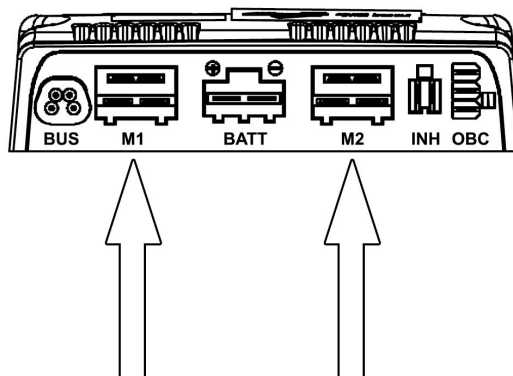

Abbildung 55. Kontakt der Magnetbremse und des Antriebsmotors von der Endstufe entfernen.
3. Kontakt der Magnetbremse und des Antriebsmotors an die Endstufe anschließen. Siehe Abbildung. 55.